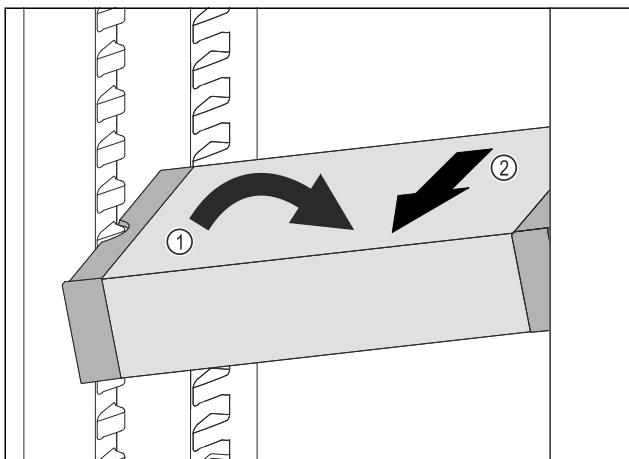

Fig. 105
- ▶ Расположите VarioSafe в холодильном отделении под наклоном. Fig. 105 (1)
- ▶ Извлеките VarioSafe движением вперед. Fig. 105 (2)